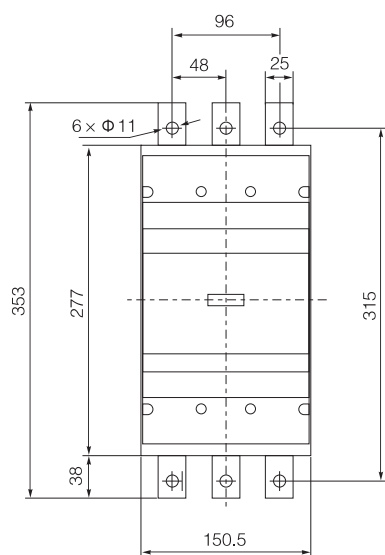

图14
• CFM8E-400、630 (增容型)插入式板前安装尺寸见图14、15、16